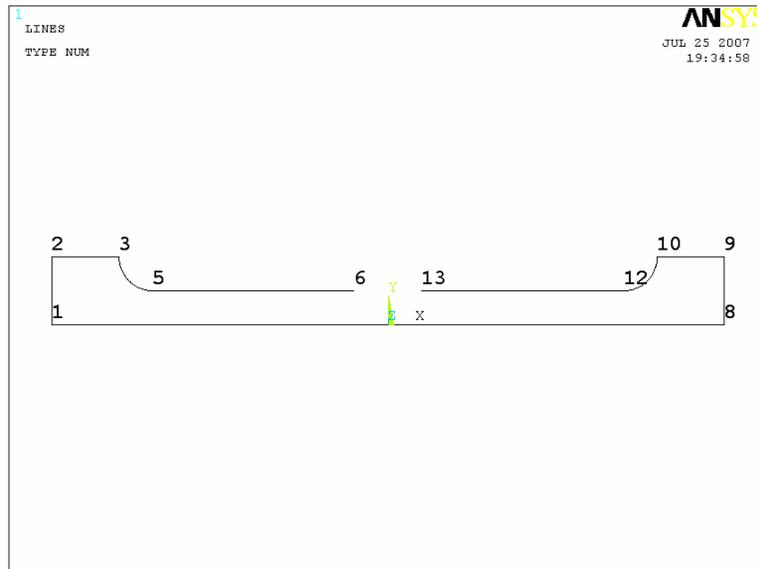

Рисунок 65. Промежуточные результаты построения границы модели
- Повторяем указанную последовательность действий для построения дуги, соединяющей ключевые точки **12** и **10** (центр дуги ключевая точка **11**) и имеющей радиус **0.005** (Рисунок 65).